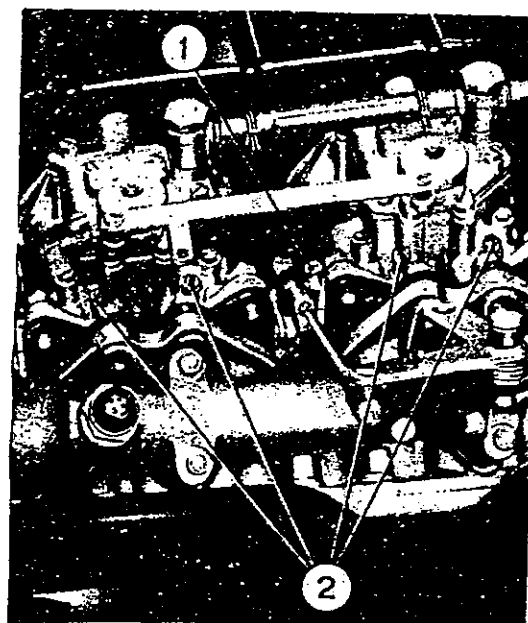

Fig. 01/03
- visser la vis (2) (figure 01/03) réglage mélange du cylindre n. 1 jusqu'à ce que le nombre de tours du moteur diminue, à ce moment dévisser lentement la vis susdite jusqu'à ce que le moteur atteigne sa vitesse de rotation maxi pour cette position des papillons